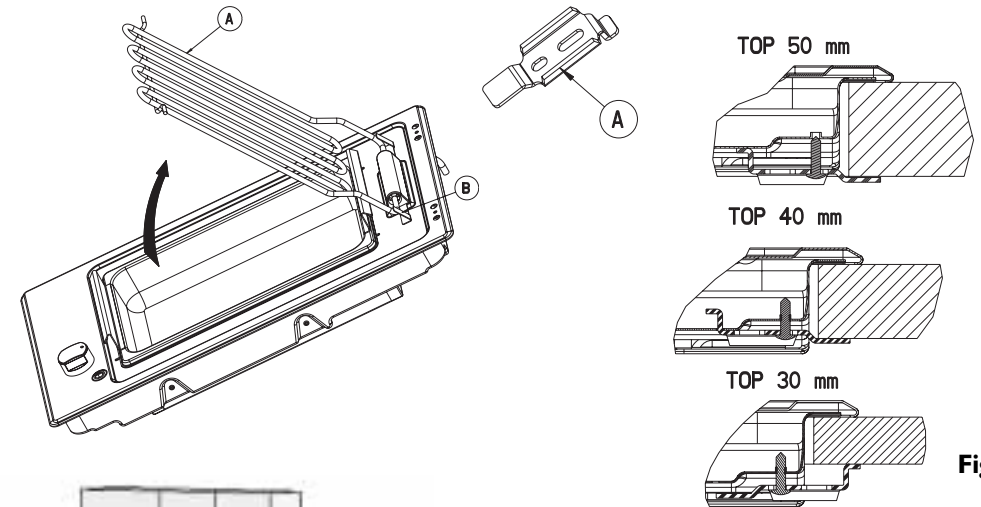

Fig. 1
2. Para fixar a placa, utilize os suportes (A) fornecidos.
3. Fixe os suportes nos respectivos orifícios indicados pelas setas e aperte-os com os parafusos fornecidos consoante a espessura do plano (consulte a fig. 1).